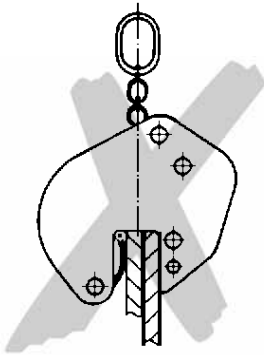

Fig. 2
- L'appareil de levage ne peut transporter qu'une seule charge à la fois (Fig. 2).